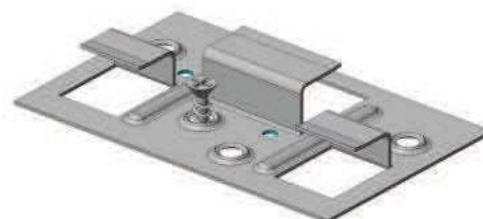
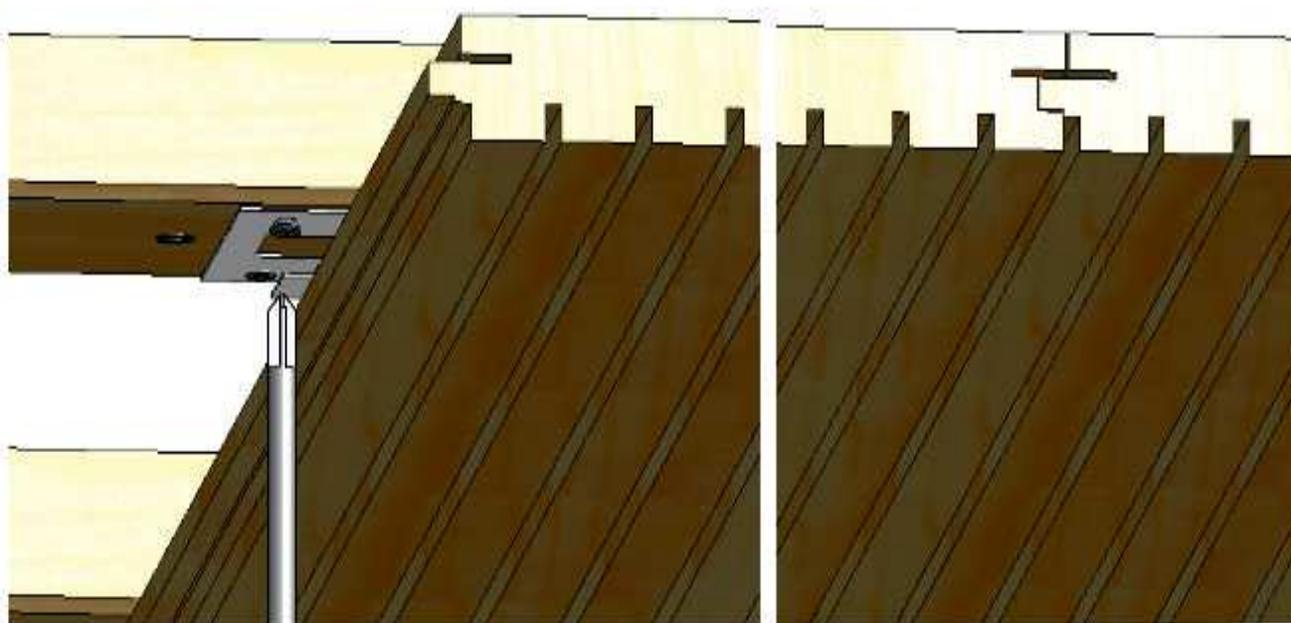

Bild 1: Schraubkralle
Bild 2: Befestigung Ansicht-Schema
- Die BER Holz-F Akustikplatten werden mit der Schraubkralle (*Bild 1*) an die Unterkonstruktion mit Schrauben ($2,9 \times 16 \text{ mm}$) befestigt (*Bild 2*).